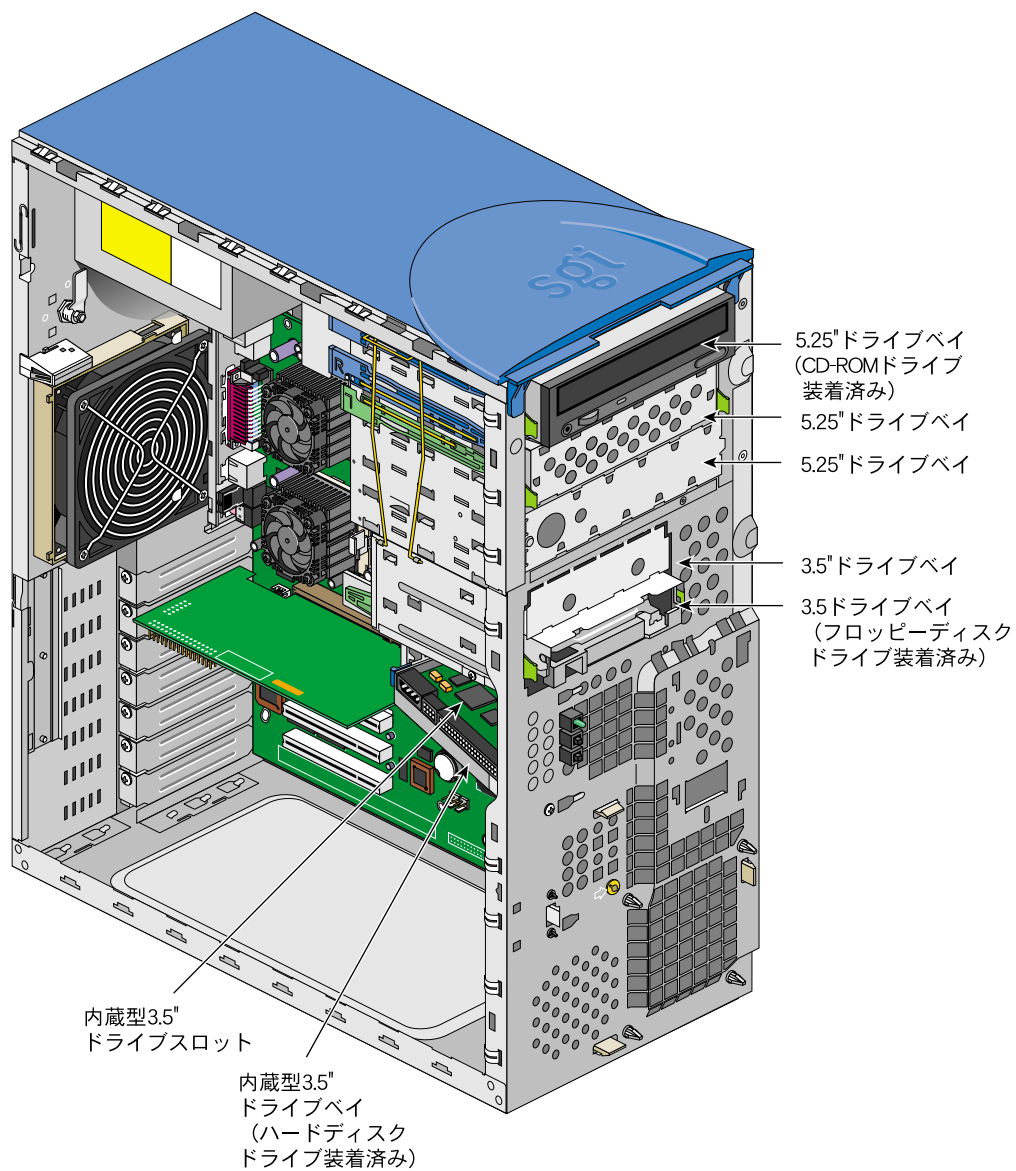

図 1-5 5.25インチと3.5インチのドライブベイ
- Silicon Graphics 330 Visual Workstation には、図 1-5 に示すように、5.25 インチのドライブベイが 3 つと 3.5 インチのドライブベイが 4 つ搭載されています。3 つの 5.25 インチドライブベイはすべて、外部のフロントパネルから使用できます。3.25 インチのドライブベイのうち 2 つはフロントパネルにあり、残りの 2 つは本体内に収容されており内側から使用できます。